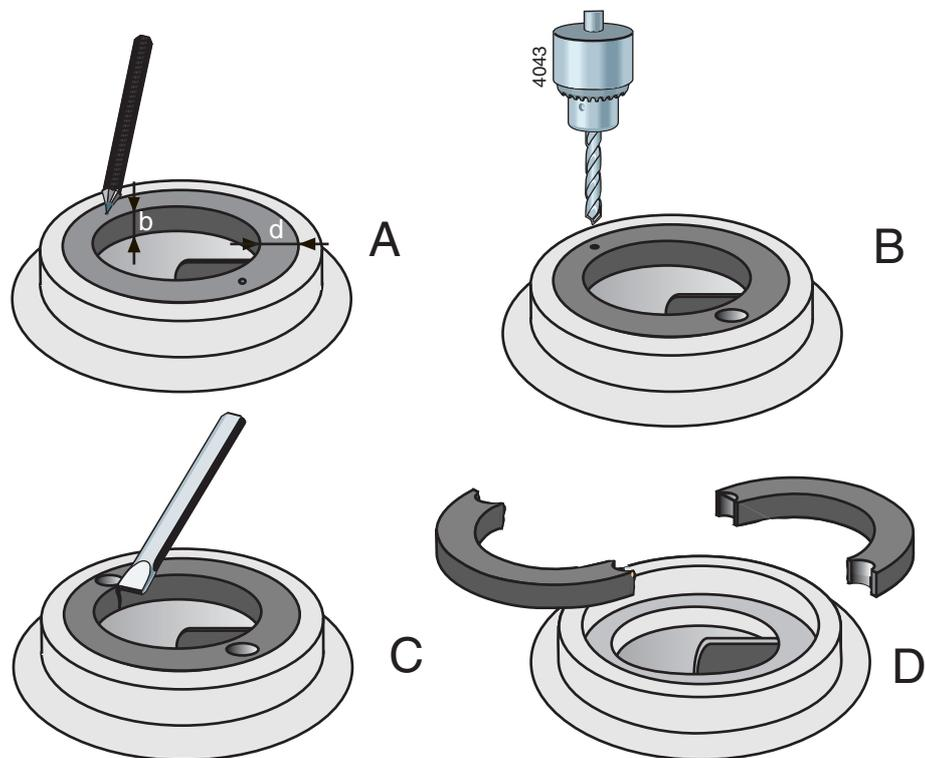

Figura 14: Rimozione dell'anello d'usura
- 1 Misurare lo spessore (d) e la larghezza (b) dell'anello. Vedere la la figura 14 A.
- 2 Fare due piccoli fori diametralmente opposti nel mezzo dell'anello. Vedere la figura 14 B.
- 3 Utilizzare una punta con un diametro leggermente inferiore dello spessore (d) dell'anello. Vedere la la figura 14 C. Fare attenzione alla profondità del foro in modo che non superi la larghezza (b) dell'anello. per evitare di danneggiare il bordo d'appoggio nel corpo pompa.
- 4 Tagliare lo spessore rimanente dell'anello, utilizzando uno scalpello. Quindi è possibile togliere l'anello dal corpo pompa, in due parti. Vedere la la figura 14 D.